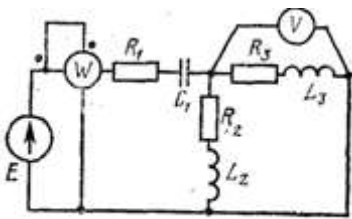

Рис. 2.1
**Задача 2.** Для электрической цепи, схема которой изображена на рис. 2.1–2.30, по заданным в табл. 2. параметрам и э. д. с. источника определить токи во всех ветвях цепи. Составить баланс активной и реактивной мощностей. Построить в масштабе на комплексной плоскости векторную диаграмму токов и потенциальную диаграмму напряжений по внешнему контуру. Определить показание вольтметра и активную мощность, измеряемую ваттметром.